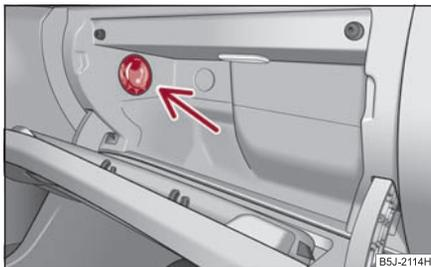

Fig. 104 Compartimento guardaojtos: manejo de la refrigeración
- Con el conmutador giratorio ⇒ fig. 104 conecta o desconecta la refrigeración.